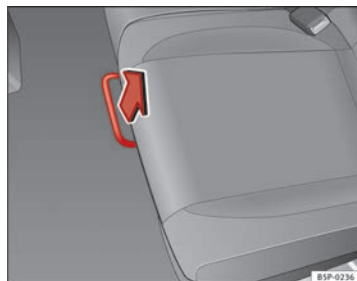

Abb. 97 Entriegelungsstange für den Rücksitz
- Entriegeln Sie den Hebel in sitzender Position in Richtung des Pfeils → Abb. 97.